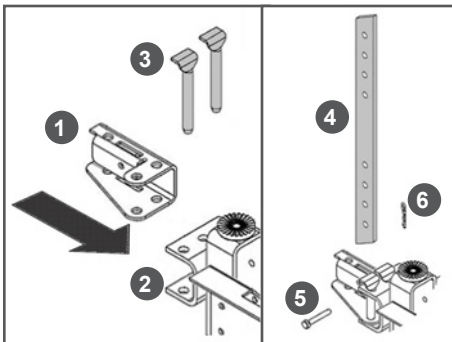

Рис. 5 Установка сошника
4. Для устойчивости мотокультиватора установите сошник. Установите кронштейн 1 сошника в кронштейн 2 рамы мотокультиватора (Рис. 5). Совместите отверстия в кронштейнах сошника и рамы и вставьте пальцы 3 (Рис. 5). Установите сошник 4 в кронштейн сошника (Рис. 5). Вставьте сошник в специальный паз кронштейна, совместите нужное отверстие в сошнике с отверстием в кронштейне и вставьте палец 5 крепления сошника (Рис. 5). Зафиксируйте палец шплинтом 6 (Рис. 5).